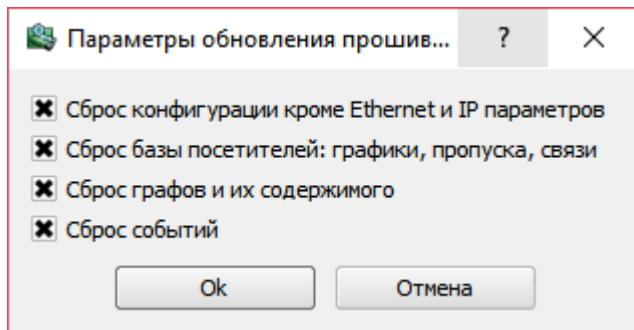

Рисунок 18
7. Выбрать файл с прошивкой и нажать «Открыть». Появится окно параметров прошивания (рис. 18). Выбрать все параметры и нажать «OK».